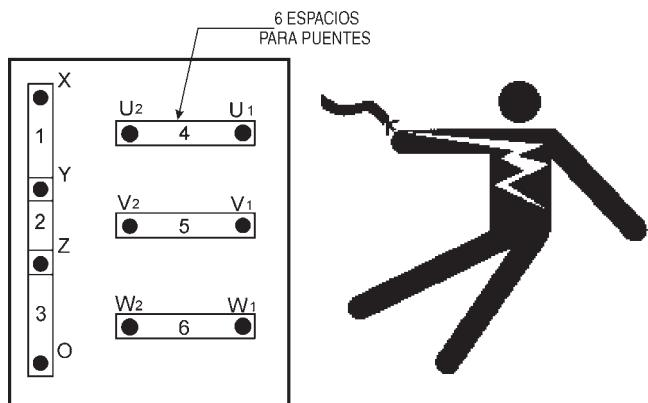

Figura 14. Tablero de inversión de voltaje
Un amplio rango de voltajes está disponible para suministrar voltajes para diferentes aplicaciones. Los voltajes son seleccionados aplicando placas de puente (6) al **tablero de inversión de voltaje** (Figura 14). Para obtener algunos de los voltajes como figuran en la Tabla 6 (ver abajo) requerirá un ligero ajuste usando la **perilla de control del regulador de voltaje** (VR) localizado en el panel de control.
El tablero de inversión de voltaje (Figura 14) esta localizado en la caja de control, detrás del panel de control del generador. Este tablero ha sido provisto para facilitar la selección de voltaje.